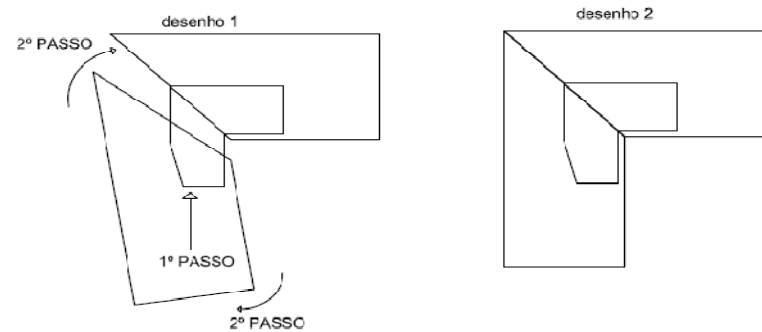

Figura 4
6. Encaixe a ponta da cantoneira plástica no perfil (figura 4) Realize esta operação novamente para o outro lado